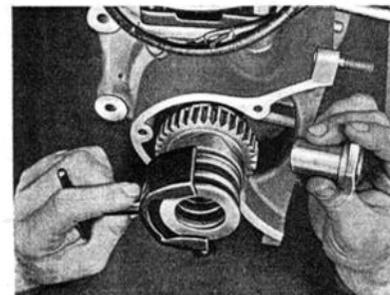

Bild 113. Anwendung des Federspanners Nr. 01838 beim Zusammenbau des Antriebs-Stoßdämpfers
25. Stoßdämpferfeder im Schraubstock zusam-mendrücken, mit Federspanner Nr. 01838 fas-sen und auf Klauenstück aufsetzen (Bild 113).